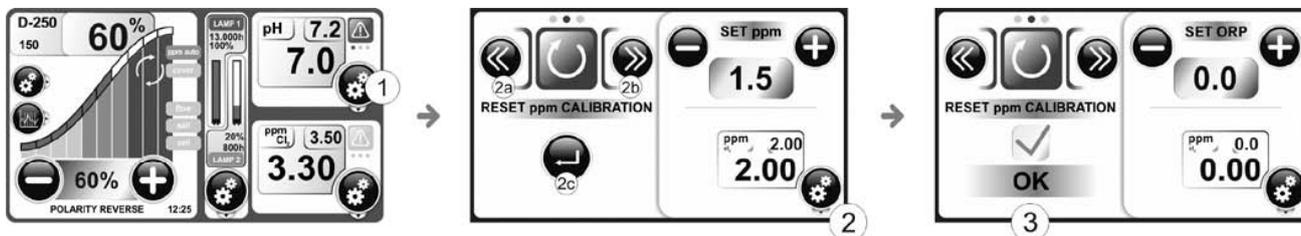

Рисунок 32
1. Нажмите кнопку SETPOINT [1]. (Рисунок 32).
1. Нажмите кнопку SETPOINT [1]. (Рисунок 32а)
Рисунок 32а